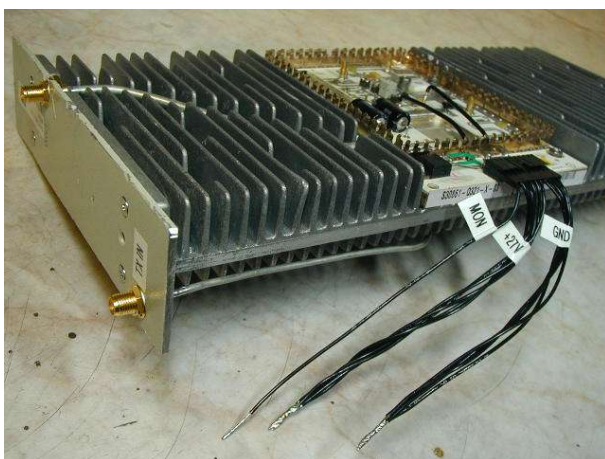

Bild 2 Die Anschlüsse
2. Für den Input reicht die UT85 Festmantelleitung auf der Rückseite bis zur Frontplatte. Original-Stecker gegen Einloch SMA-Buchse tauschen und einbauen. (siehe Bild 2)